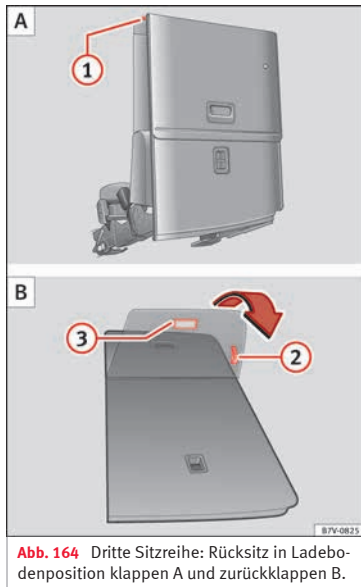

Abb. 164 Dritte Sitzreihe: Rücksitz in Ladebodenposition klappen A und zurückklappen B.
- Gegebenenfalls Hebel »» **Abb. 164** ❷ ziehen, um den Rücksitz in Längsrichtung in die gewünschte Position zu verschieben. »»
- Entfernen Sie Gegenstände aus dem Fußraum vor und hinter dem Rücksitz »» ❶.
- Griff »» Abb. 164 ❶ nach oben ziehen und Rücksitzlehne nach vorn drücken. Der komplette Rücksitz klappt nach vorn »» ⚠ und auch die Sitzfläche schwenkt selbsttätig nach vorn.
- Schlaufe »» Abb. 164 ❷ ziehen, um die Sitzabdeckung zurückzuklappen.
- Griff »» Abb. 164 ❸ ziehen. Der komplette Rücksitz klappt nach hinten.